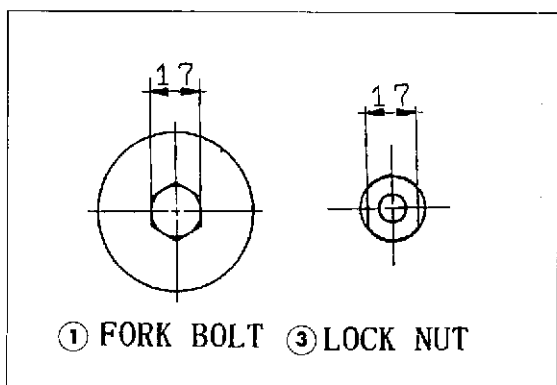

Fig. 1A
- 2) Desserrez l'écrou de blocage du bouchon supérieur (Fig. 1) et ôtez le bouchon de la tige du plongeur (Fig. 1A).